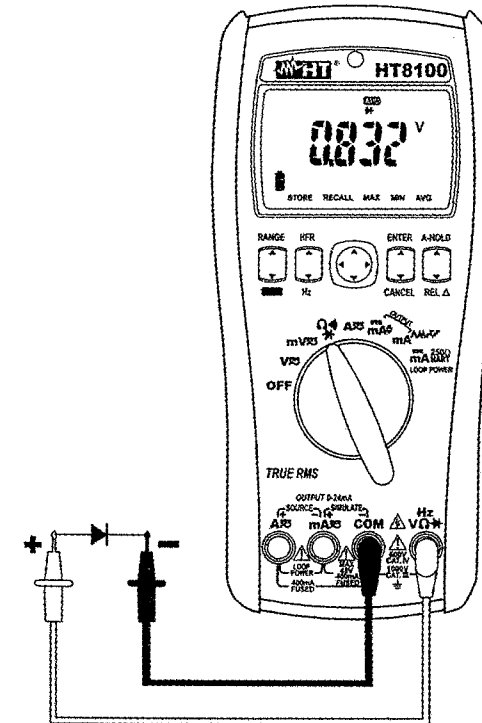

Abb. 7: Verwendung des Gerätes für Diodenprüfung
4. Stellen Sie die Messleitungen an den Enden der zu messenden Diode und dabei achten Sie auf die angegebene Polarität (siehe Abb. 7). Der Wert der direkt polarisierten Schwellenspannung wird im Display angezeigt. Für eine gute P-N Verbindung muss das Gerät einen Wert zwischen 0,4 und 0,9V anzeigen. Wenn der Wert der Schwellenspannung 0mV ist, ist die P-N Verbindung der Diode kurzgeschlossen.
5. Wenn das Gerät die Meldung "OL" anzeigt, sind die Klemmen der Diode invertiert mit Bezug auf die Angabe in Abb. 7 oder die P-N Verbindung der Diode ist beschädigt.